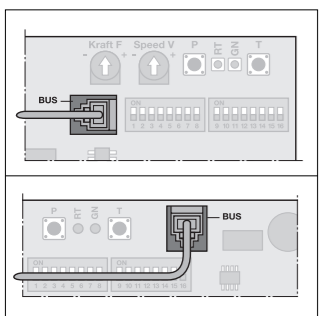

Fig. 2
3.1 Ansluta mottagaren till maskineriet (fig. 2)
3.1 Tilslutning af modtageren på åbneren (fig. 2)